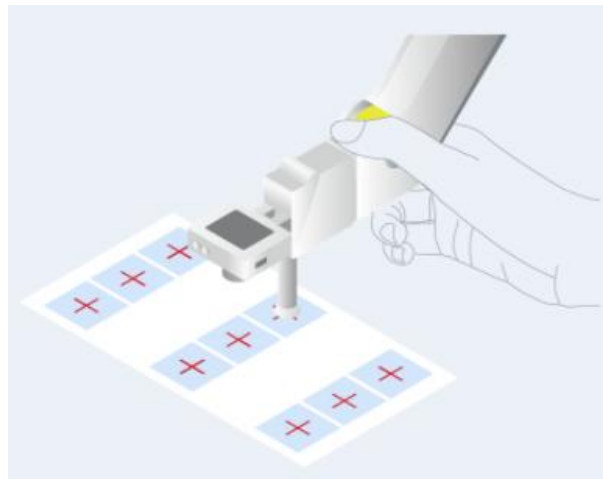

图 4.34 Magician Lite 的吸盘末端中心与标定板上二维码的十字中心对齐
**步骤 4** 使用末端摄像头标定页面上的点动盘移动Magician Lite，使Magician Lite的吸盘末端中心与标定板上标号是1的二维码的十字中心对齐，对齐方式参见图 4.34。